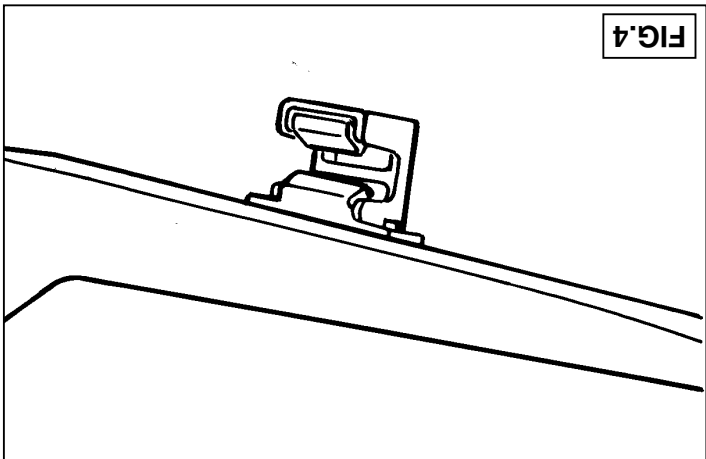
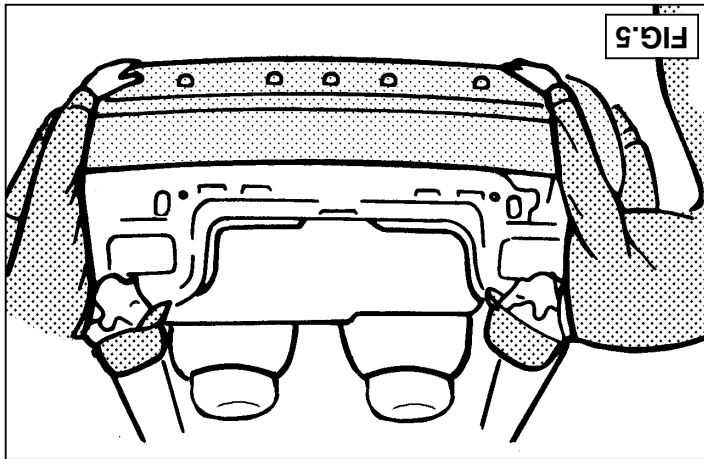

FIG.4
FIG.5
1. Maak de kofferbodem vrij en verwijder de bumpersteunbouten overeenkomstig fig.1 aan weerszijden 2x. De verwijderde bouten worden niet herplaatst. Verwijder de bumper. De plaats van de los te nemen punten worden in fig.2 aangegeven. Aan weerszijden is de bumper d.m.v. een kliksysteem gemonteerd. Raadpleeg fig.3 en fig.4. Neem de bumper overeenkomstig fig.5 af. Beschadig de bumper tijdens de montagehandelingen niet.
1. Clear the boot floor and remove both bumper bracket bolts on either side, as shown in fig. 1. These bolts will not be reused. Remove the bumper. The points where the bumper is to be detached are shown in fig. 2. The bumper is attached using a snap-fit system on either side. Consult fig. 3 and fig. 4. Detach the bumper as shown in fig. 5. Take care not to damage the bumper during removal and fitting.
- Den Kofferraumboden frei machen und die Stoßstangenträgerschrauben laut Fig.1, an beiden Seiten zweimal, abnehmen. Die entfernten Schrauben werden nicht wieder angebracht. Die Stoßstange entfernen. Die Stellen der abzunehmenden Punkte werden in Fig.2 angegeben. An beiden Seiten ist die Stoßstange mit einem Klicksystem montiert. Siehe Fig.3 und 4. Die Stoßstange laut Fig.5 abmontieren. Während der Montagehandlungen die Stoßstange nicht beschädigen! Die in Fig.2 angegebene Innenverarbeitung aus Metall aus der Stoßstange herausnehmen. Die Metallinnenverarbeitung laut Fig.6 halbieren. Hierzu muß man an den angegebenen Punkten die Punktschweißung $\varnothing 10\text{mm}$ durch bohren. Den oberen Teil laut Fig.7 auf die Kupplungskugel mit Halterung legen und mit vier M8x20-Schrauben inkl. Federringen und Unterlegscheiben befestigen. Der untere Teil wird nicht mehr benötigt. Den Teil aus der Stoßstange heraussägen laut Fig.9.
Détacher le pare-chocs conformément à la fig.5. Veiller à ne pas endommager le pare-chocs pendant l'opération de montage.
1. Töm bagageutrymmets golv och avlägsna kofångarstödens bultar enligt fig. 1, på båda sidor 2x. De avlägsnade bultarna sätts ej tillbaka. Avlägsna kofångaren. Ställena där bultarna skall lossas anges i fig. 2. På båda sidor har kofångaren monterats med ett snäppsystem. Se fig. 3 och fig. 4. Ta bort kofångaren enligt fig. 5. Skada inte kofångaren vid monteringsarbetet.
2. Tag kotangeren er i begge sider monteret med et kliksystem. Se fig. 3 og fig. 4. Tag kotangeren af ifølge fig. 5. Undgå at beskadige kotangeren under monteringen.